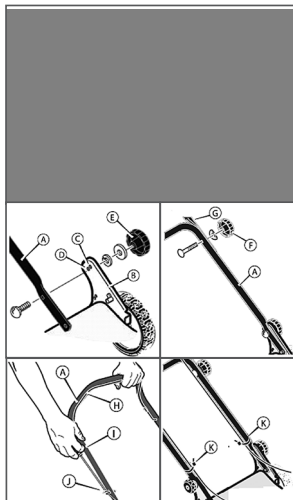

Рис. 3 Сборка газонокосилки
3. Установите нижнюю часть А рукоятки в рабочее положение (Рис. 3).
4. В скобе рукоятки (В) имеется два крепежных отверстия (Рис. 3). Используйте отверстие (С) для крепления рукоятки в верхнем положении. Используйте отверстие (D) для крепления рукоятки в нижнем положении.
5. Закрепите отверстие в любом из отверстий (С) или (D), в соответствии с рисунком. Закрутите зажимы (Е) до фиксации нижней части рукоятки.
6. Снимите зажимы (F) и крепежные элементы с нижней рукоятки (А). Установите верхнюю рукоятку (G) в рабочее положение. Затягивайте зажимы (F) до фиксации верхней и нижней рукояток в соответствующих положениях.
7. Для установки троса ручного стартера, сначала необходимо задействовать рычаг остановки двигателя (Н). Медленно потяните рукоятку ручного стартера (I) и заправьте трос ручного стартера в направляющую (J).
8. Закрепите тросы на рукоятке, при помощи держателей (K). Рис. 3 Сборка газонокосилки